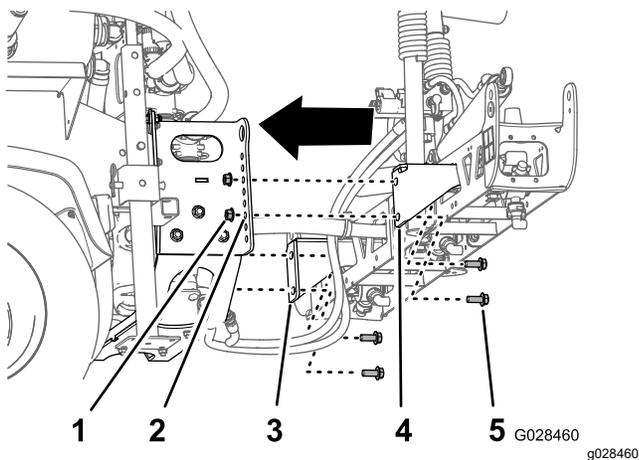

Figure 37
2. Placez le trou inférieur des supports de section de la rampe centrale en face du troisième trou en partant du bas des supports de rampe sur le cadre du patin du pulvérisateur, comme montré à la Figure 37.